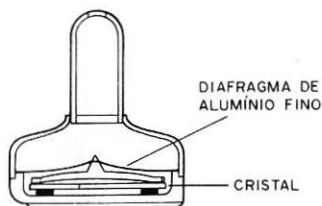

figura 6
a) Se o fone for de cristal, conforme mostra a figura 6, a ligação é direta e teremos o máximo de sensibilidade.
b) Se o fone for do tipo mostrado na mesma figura 6, como magnético ou dinâmico, então precisamos fazer a ligação de um transformador que é do tipo de saída para transistores.